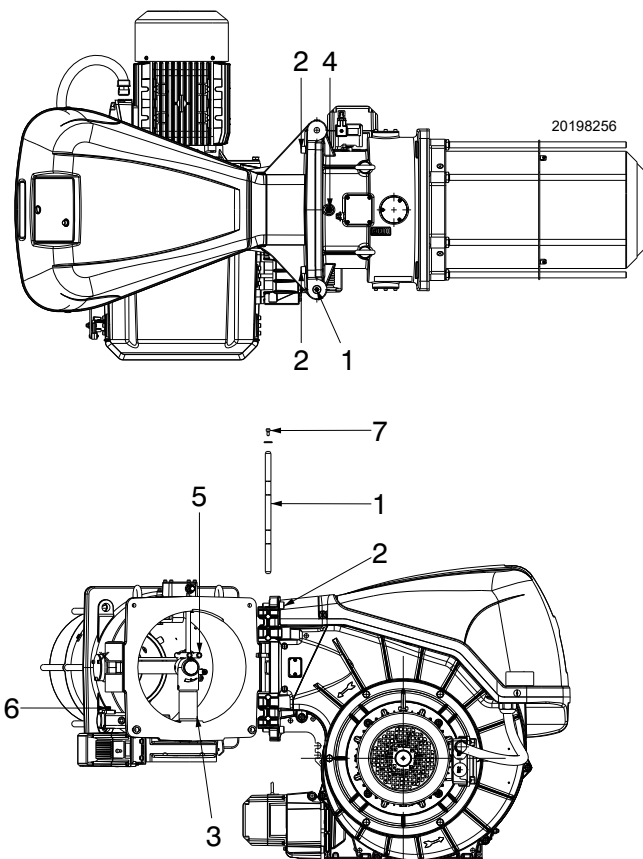

Abb. 15
Der Brenner wird werksseitig für die Öffnung nach links ausgelegt, sodass der Bolzen 1)(Abb. 15) in seinem Sitz gehalten wird.
- A den die Verbindung Stecker/Anschlussbuchse 6)(Abb. 15) des Gas-Höchstdruckwächters trennen;
- D den Brenner, gemäß Abb. 15 vollständig öffnen;
Um den Brenner auf der anderen Seite zu öffnen, vor dem Entfernen des Bolzens 1)(Abb. 15) überprüfen, dass die 4 Schrauben 2) festgezogen sind.